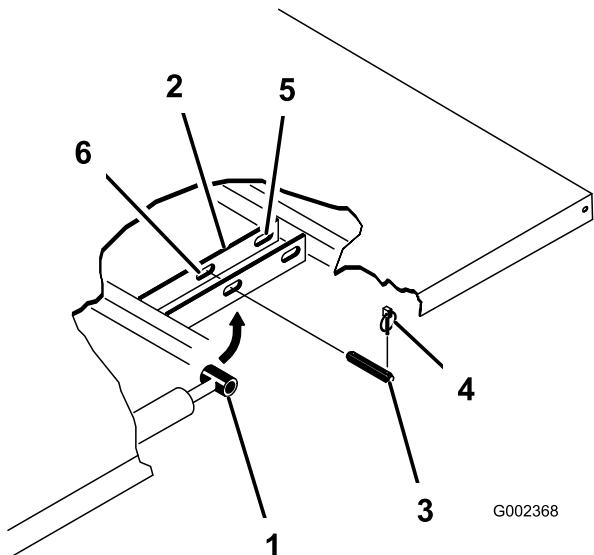

図 3
4. シリンダの外側端部からリンチピンを外す図 3。
5. シリンダロッドの端部を荷台取り付けプレートに固定しているクレビスピンドルを、車両の中心線側に押して外す(図 3)。